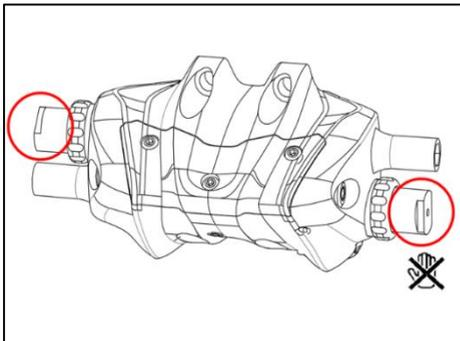

Fig. K-1 请勿按压圆圈处
- 在系统尚未安装完成前,请不要按压本体侧边的圆形活塞(如 Fig. K-1 所示圆圈处),可能会造成本体渗油导致系统故障